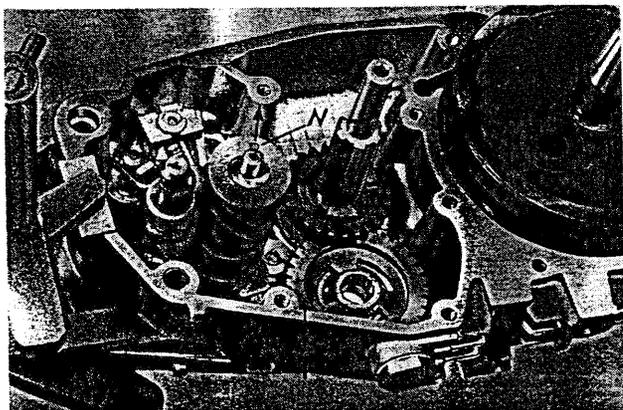

Fig. 175. Installation du changement de vitesses
- Introduire la griffe de changement de vitesses et le levier d'arrétage de changement de vitesses dans le tambour de changement de vitesses ; introduire le tambour de changement de vitesses ensemble avec l'arbre de changement de vitesses dans le carter ; ce faisant, presser le ressort de rappel de l'arbre de changement de vitesses sur la butée de changement de vitesses. Placer la roue dentée pour la 1^{re} vitesse sur le roulement 6201 de l'arbre de renvoi, le côté évidé étant dirigé vers l'observateur (fig. 175).
Attention ! Le tambour de changement de vitesses devrait être tourné de sorte que le rivet de contact (N) soit dirigé vers le haut en vue de faciliter les opérations qui suivent (fig. 175).
- Monter la roue dentée de la 4^e vitesse sur le vilebrequin et bloquer cette roue dentée avec le circlip. Chauffer la bague intérieure du roulement 6202 et faire s'appuyer le vilebrequin contre la bague intérieure du roulement (fig. 175).